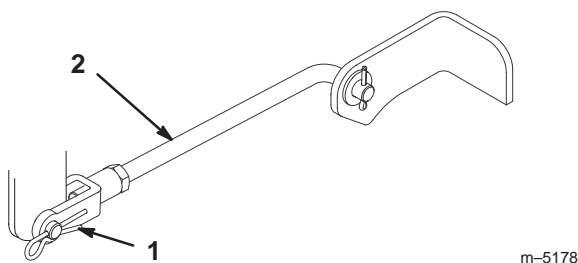

Figure 44
3. Enlevez la goupille fendue et les axes des chape des tourillons avant (Fig. 44).
6. Fixez les tourillons à la machine à l'aide des axes de chape et des goupilles fendues (Fig. 44).